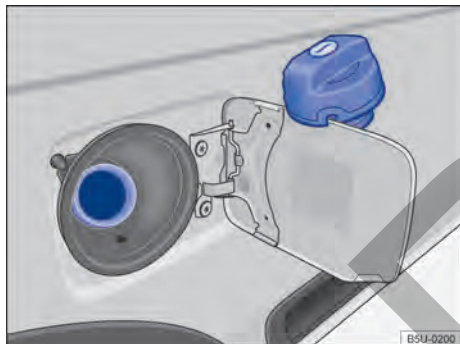

Fig. 135 Portezuela del depósito de combustible abierta con el tapón de cierre del depósito de combustible colgado.
- Gire tapa del depósito de combustible en sentido antihorario y cuélguela encima de la puerta del depósito de combustible → **fig. 135**.